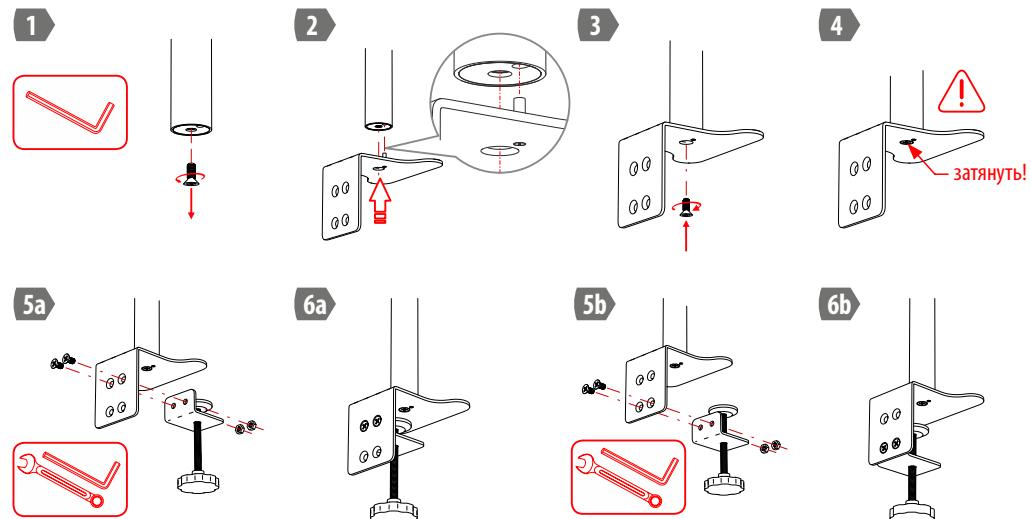

Рисунок 1. Сборка основания кронштейна. Вариант «а» для столешниц до 20 мм, вариант «б» для столешниц до 50мм.
- Соберите опору и стойку кронштейна как показано на рис.1. Протягивайте винты до упора. При сборке учитывайте толщину столешницы.